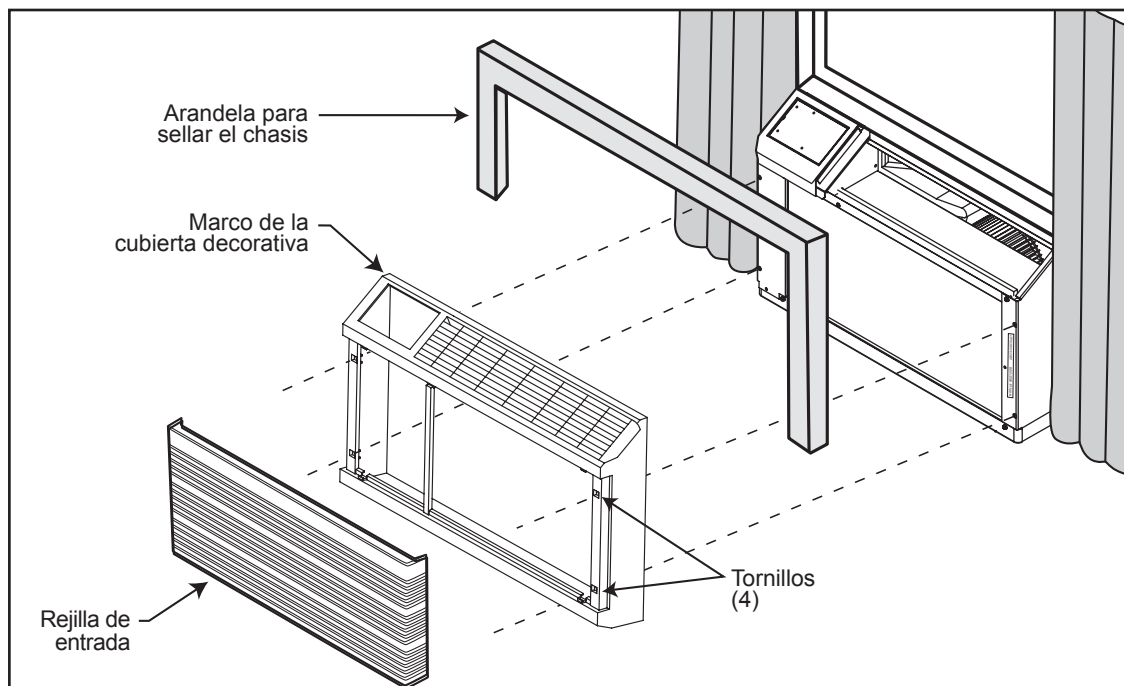

Figura 11
Después de instalar el forro, deslice el chasis dentro del forro hasta aproximadamente 7.62 cm (3 pulgadas) de la inserción completa. Enmasille la junta de sello a una profundidad de 2.54 cm (1 pulgada) entre el chasis y el forro (ver la Figura 11). Cerciérese de instalar la junta comenzando desde la esquina del lado inferior derecho para después extenderla sobre la parte superior y hacia abajo en dirección a la esquina del lado inferior izquierdo. Luego empuje completamente el chasis dentro del forro en toda la distancia de modo que la porción delantera de plástico tope con el borde frontal del forro.
**PASO 6** Cogiéndola de las esquinas superiores izquierda y derecha quite la rejilla de entrada del marco de la cubierta decorativa. Tirela hacia afuera hasta que la rejilla se desprenda de los broches que la sujetan en la parte de arriba. Inclínela hacia usted, levántela y sáquela de los broches que la sujetan en la parte de abajo. Instale el marco de la cubierta decorativa en su sitio, sobre la abertura de la base de empotraje y sujétela al CHASIS con cuatro tornillos metálicos, como se muestra en la Figura 11. Coloque la rejilla de entrada poniendo la base inferior de la rejilla en los broches que la sujetan en la parte de abajo. Incline el frente hacia arriba, alejándolo de usted. Presione suavemente en la parte de arriba y la rejilla se colocará ella misma en los broches que la sujetan en la parte de arriba.